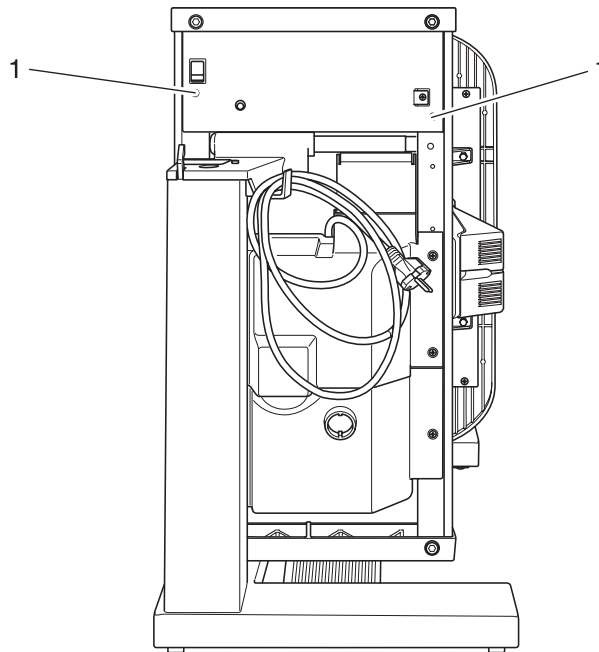

Fig. 21
- Die Schrauben 1 herausdrehen (Fig. 21).
- Das Abdeckblech anbringen und mit den Schrauben 1 befestigen (Fig. 21)